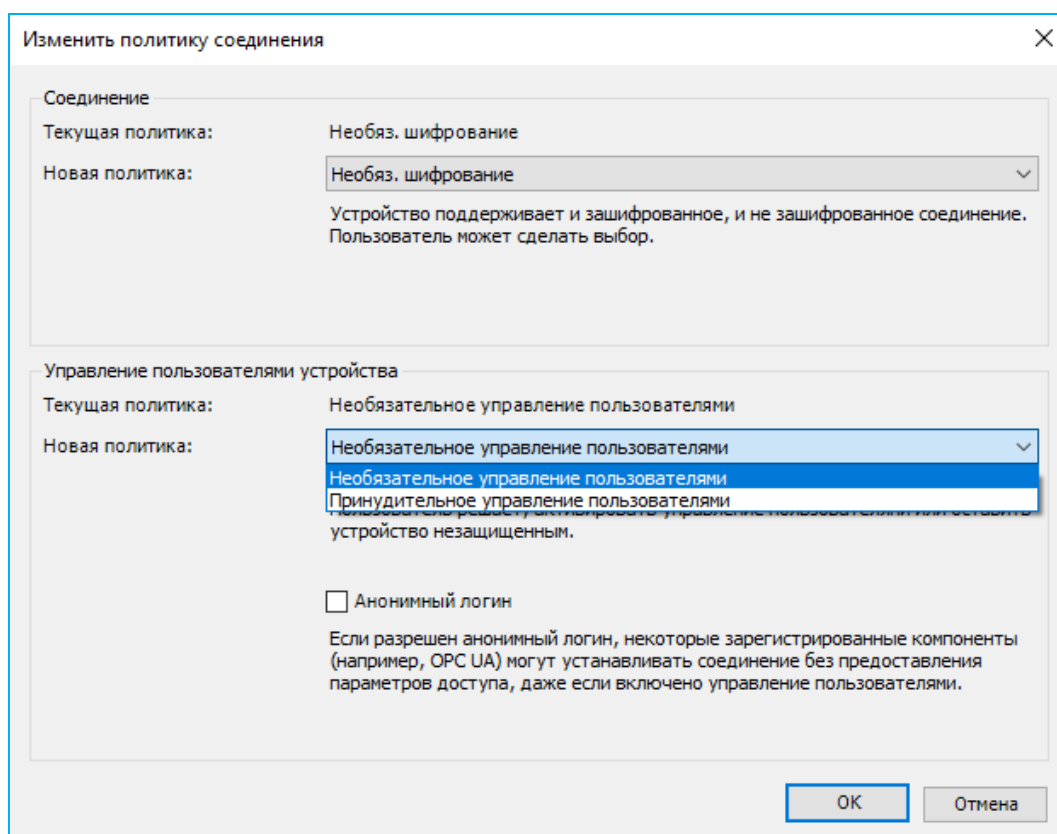

Рисунок 160 – Окно изменения политики соединения
- выберите **Устройство ▼ (Device) ⇒ Change communication policy...(Изменить политику соединения...)**. Откроется окно следующего вида (Рисунок 160):